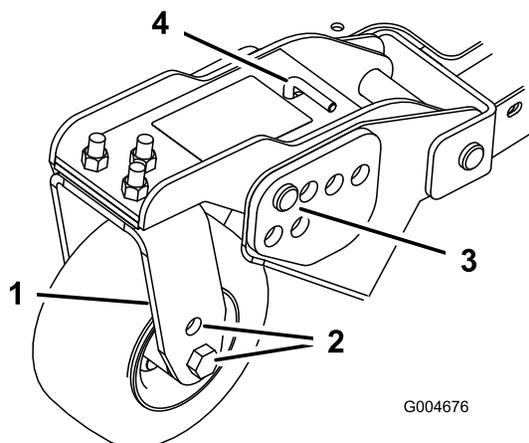
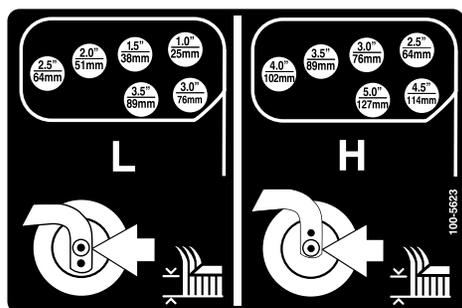

Figura 22
Figura 23
1. Coloque os eixos da roda giratória nos mesmos orifícios em todas as forquilhas da roda giratória (Figura 20 e Figura 22). Consultar o quadro seguinte para determinar quais os orifícios adequados para cada posição.
4. Retire o contrapino tipo grampo e o pino de segurança dos braços articulados da roda giratória (Figura 22).
5. Rode a barra tensora para levantar ou descer o braço articulado, até os orifícios se encontrarem alinhados com a altura desejada dos orifícios da altura de corte na estrutura da unidade corte (Figura 22 e Figura 23).